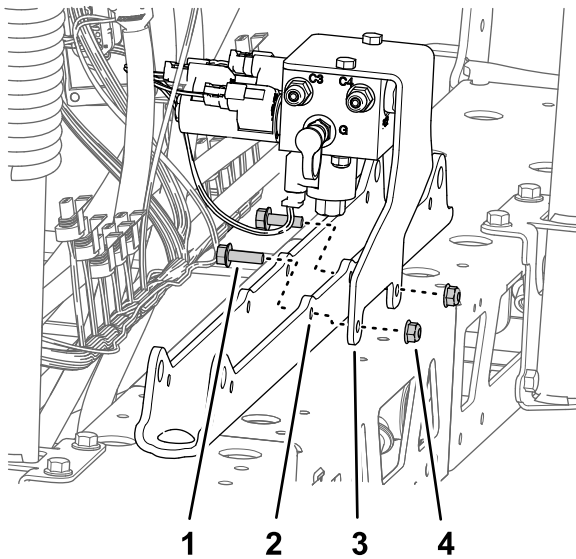

Figura 95
- A. Alinhe os orifícios no suporte para o coletor de elevação da secção com os orifícios na montagem do cilindro (Figura 95).
- B. Monte o suporte na montagem do cilindro (Figura 95) com os dois parafusos de cabeça flangeada (5/16 pol. x 1 pol.) e a porca de bloqueio flangeada (5/16 pol.) que retirou no passo 1 de Remoção do coletor de